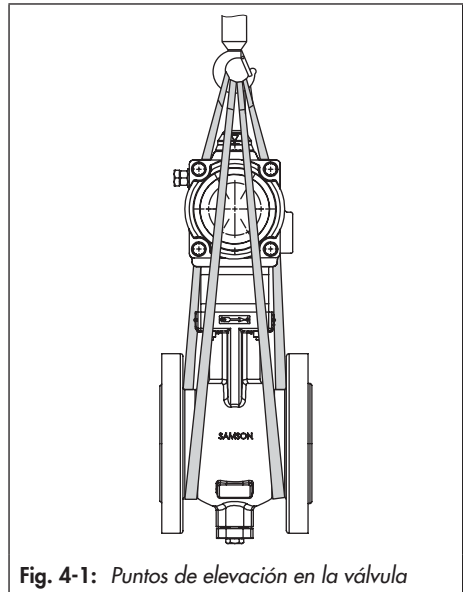

Fig. 4-1: Puntos de elevación en la válvula
1. Atar una eslinga de elevación entre cada una de las bridas del cuerpo y el dispositivo de sujeción (p. ej. gancho) de la grúa o carretilla elevadora, ver Fig. 4-1.
- Utilizar un gancho con pestillo de seguridad en el dispositivo de elevación (ver Fig. 4-1) que impida que las eslingas se deslicen durante el levantamiento y transporte.